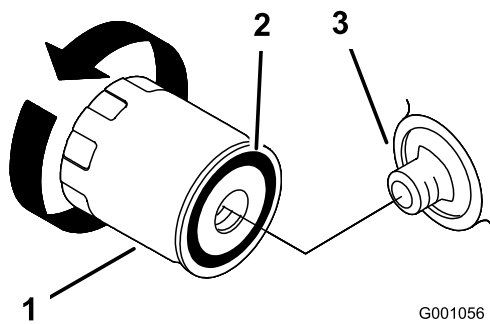

Figura 22
2. Togliete il filtro usato e tergete la superficie della guarnizione dell'adattatore del filtro (Figura 22).
3. Spalmate un velo di olio nuovo sulla guarnizione di gomma del filtro di ricambio (Figura 22).
4. Montate il nuovo filtro dell'olio nell'adattatore, giratelo in senso orario finché la guarnizione di gomma non sfiora l'adattatore, quindi serrate il filtro di altri 2/3 di giro o 1 giro (Figura 22).